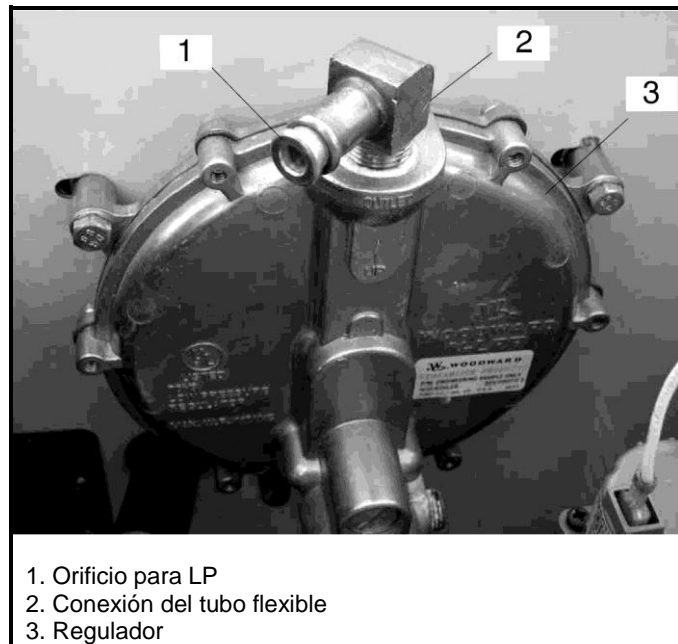

Figura 2.23: Orificio de combustible LP, RES 18 EC / RES 16 TEC
9. Coloque el orificio en la conexión del tubo flexible. Consulte la figura 2.23.